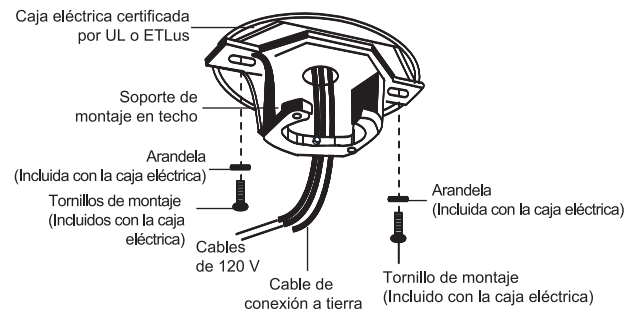

Fig. 5
Paso 1. Pasa los cables de alimentación de 120 V desde la caja eléctrica del techo a través del centro del soporte de montaje del techo (**Fig. 5**) y, a continuación, pasa con cuidado los cables por la parte posterior del soporte de montaje para facilitar la instalación del ventilador en el soporte.
Paso 2. Fija el soporte de montaje en el techo a la caja eléctrica con los tornillos de montaje y las arandelas que se incluyen con la caja eléctrica. (**Fig. 5**)
Paso 3. Alinea el orificio circular restante de la cubierta con el orificio restante del soporte de montaje en el techo. Vuelve a instalar el tornillo que retiraste anteriormente (**CÓMO COLGAR EL VENTILADOR: Página 8, Paso 2, Fig. 5**) en los orificios alineados. Aprieta ambos tornillos para fijarlos. Fija la moldura de anillo de cubierta a las cabezas de los tornillos levantando con cuidado la moldura de anillo de cubierta hasta la cubierta (colocando las ranuras de la moldura de anillo de cubierta sobre las cabezas de los tornillos de la cubierta) y, a continuación, girando la moldura de anillo de cubierta hasta que encaje en su sitio contra los tornillos en las secciones estrechas de las ranuras para fijarla.